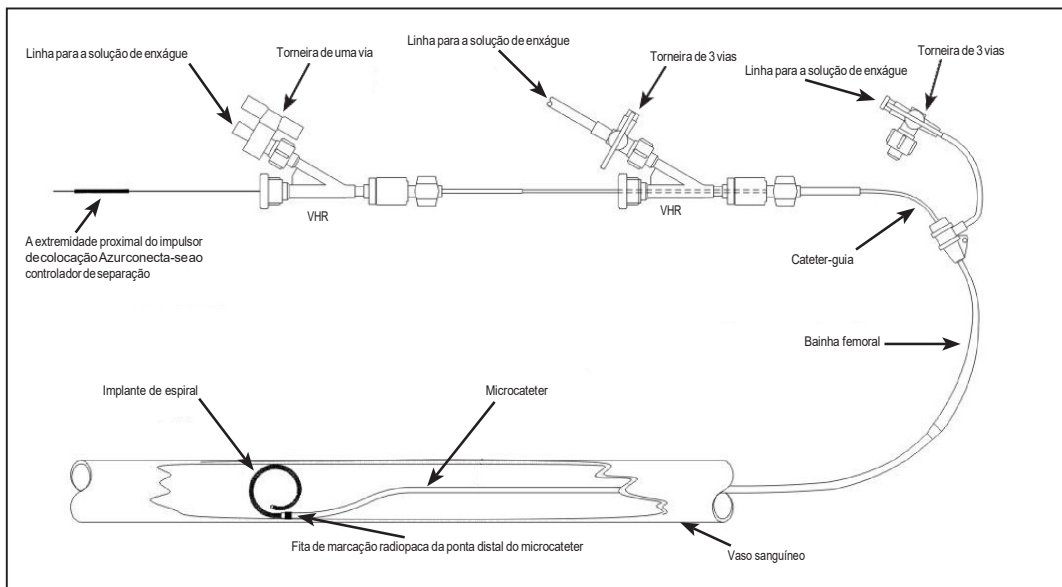

Figura 1 – Diagrama de montagem do sistema Azur
1. Consulte o diagrama de montagem na Figura 1.
5. Utilizando procedimentos de intervenção padrão, aproxime-se do vaso com um cateter-guia. O cateter-guia deverá ter um diâmetro interno (DI) suficiente para permitir a injeção de contraste, enquanto o microcateter estiver colocado. Assim, permitirá um controle fluoroscópico em tempo real durante o procedimento.